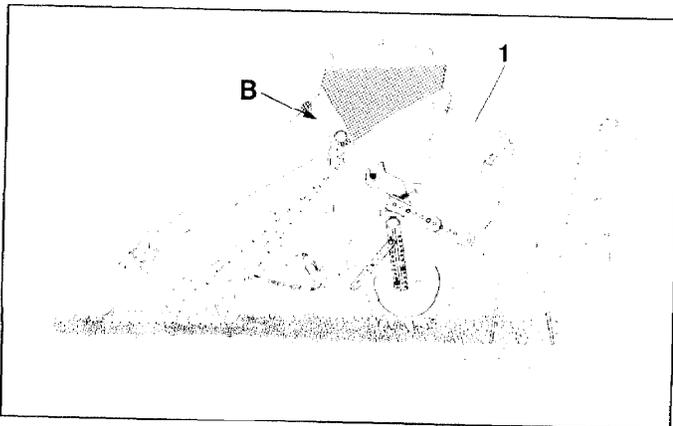

Fig. 25
- Régler la longueur du tirant supérieur (fig. 25/1) de manière à ce que la paroi arrière du semoir soit à peu près d'aplomb dans la zone "B" (fig. 25).